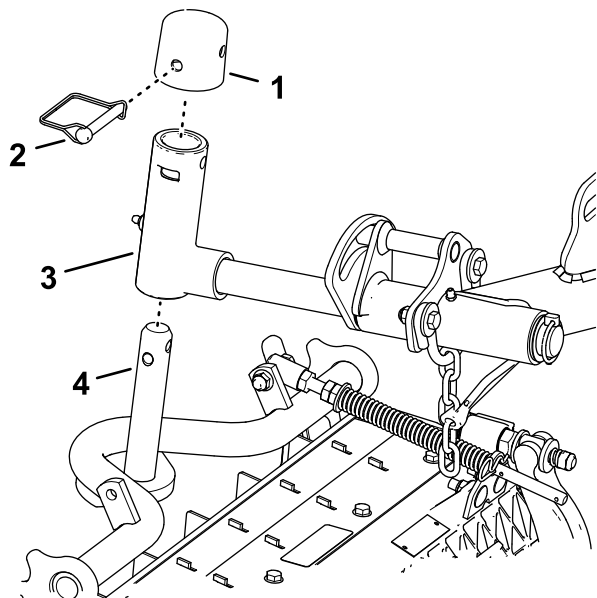

Figura 25
- Deslice una unidad de corte debajo del brazo de elevación (Figura 25).
Bloquee los pivotes de la unidad de corte para evitar que las unidades de corte giren hacia abajo al cortar a través de una pendiente. Utilice el taladro en el eje pivotante del brazo de elevación (Figura 25) para bloquear la unidad de corte. Utilice la ranura si la unidad de corte es dirijible.